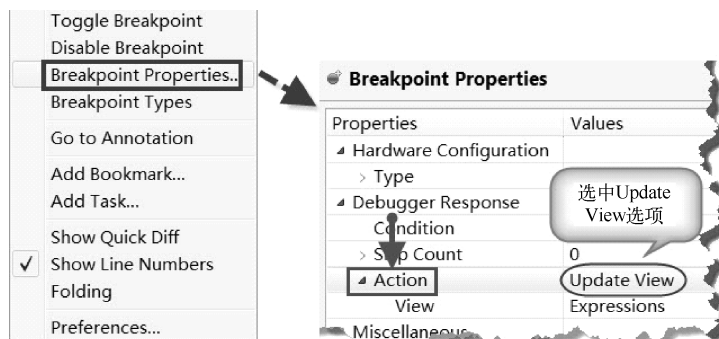

图 4-19 设置数据连续更新模式
① 右键单击所设断点, 在弹出的下拉菜单中选择 Breakpoint Properties 选项。
② 单击 Breakpoint Properties 子菜单, 在弹出的下拉菜单中将 Action 选项设置为 Update View, 如图 4-19 所示。